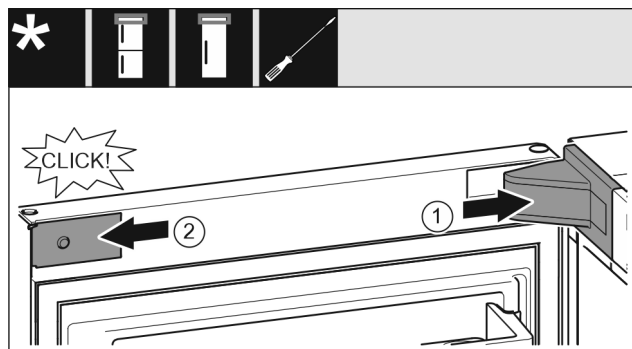

Fig. 63
- ▶ Установите и зафиксируйте крышку опорного кронштейна Fig. 63 (1), при необходимости осторожно разожмите ее.
- ▶ Установите накладку Fig. 63 (2) сбоку и зафиксируйте.